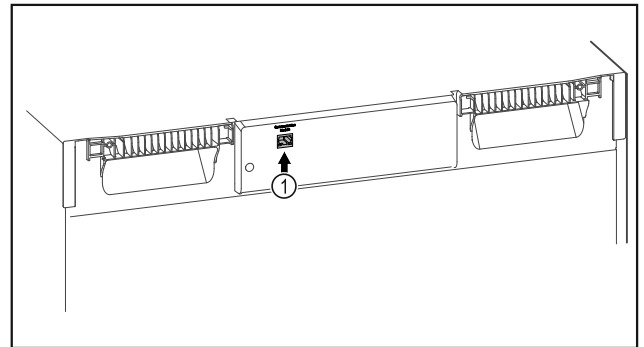

Fig. 112
- Le SmartModule Fig. 112 (1) est en place.